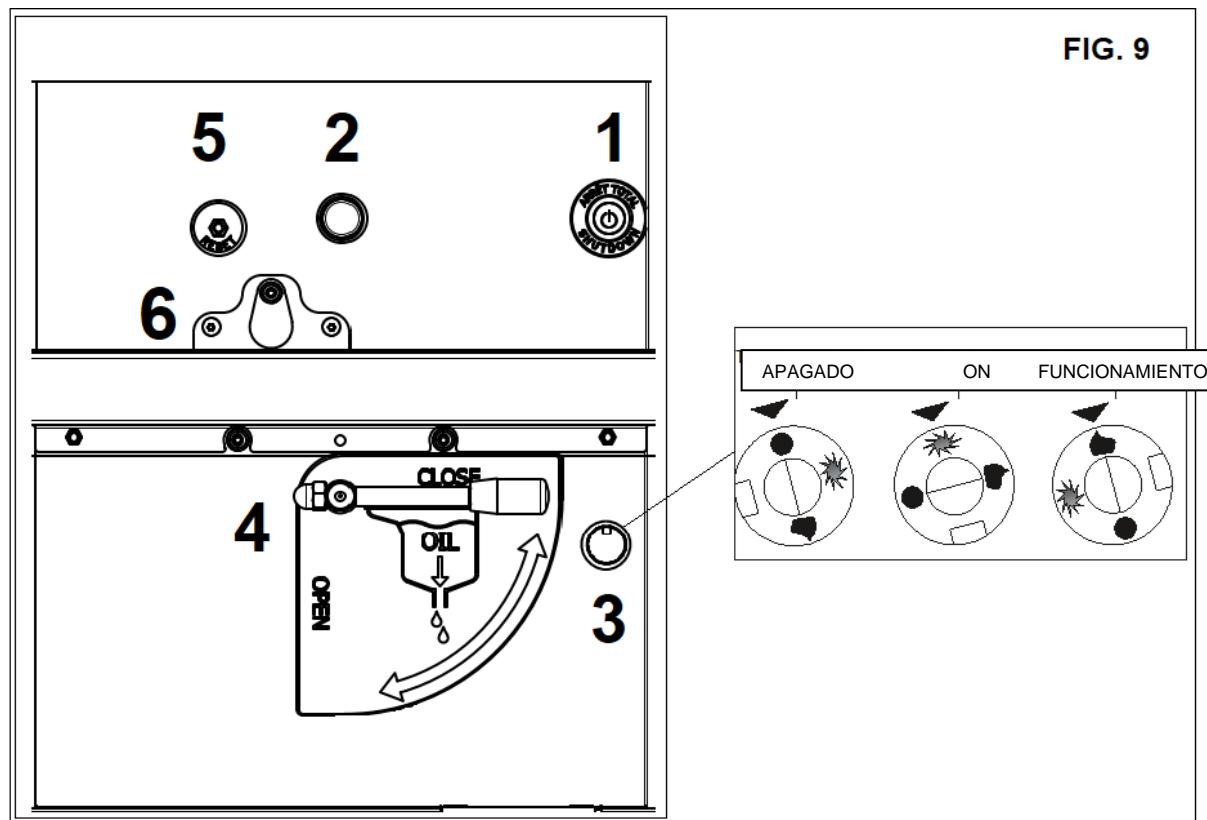

FIG. 9
APARATOS CON VÁLVULA DE GAS ELÉCTRICA (FIG. 9)
- Pulsar el botón 1 (Fig.9), se enciende el testigo de control verde en el salpicadero.
- Girar y presionar el mando 3 (Fig.9) hasta la posición "ON" y al mismo tiempo presionar el botón 2, mantener ambos presionados hasta que la llama piloto se encienda y permanezca encendida. Es posible ver la llama desde la mirilla 6.
- Girar el mando 3 (Fig. 9) a la posición "FUNCIONAMIENTO".
- Pulsar el botón 1 (Fig. 9).
- Volver a poner el mando 3 (Fig. 9) en posición "ON".
- Poner el mando 3 (Fig. 9) en posición "APAGADO" y cerrar el grifo del gas situado delante del aparato.